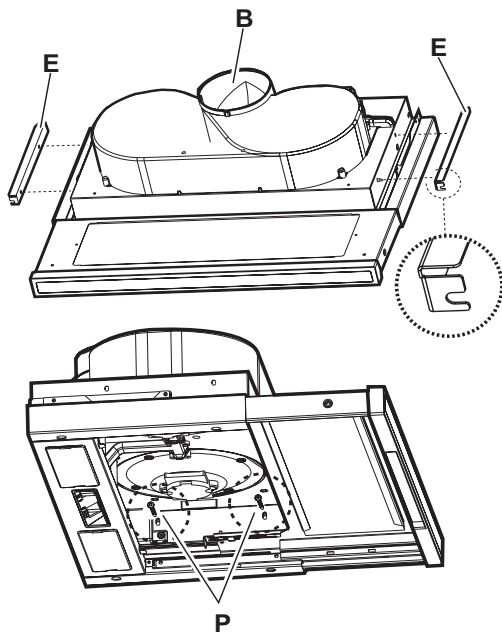

Fig. 2 - Abb. 2 - Afb. 2
Die Haube verfügt über einen oberen Luftaustritt **B** (Abb. 2) zum Ableiten der Küchengerüche nach außen (**Abluftbetrieb**- Abluftrohr und Rohrschellen werden nicht geliefert).
2. Zwei Bügel **E** (Abb. 2) an den Seiten der Haube befestigen (einen pro Seite).
7. Wenn die Haube nicht ganz genau mit der Unterkante des Hängeschanks abschließen sollte, die Position korrigieren, indem die Schrauben **P** der an der Haube angebrachten Bügel **E** (Abb. 2) gelockert werden, dann ist es möglich, die genaue Übereinstimmung zwischen Haube und Hängeschrank herzustellen, anschließend die Schrauben wieder festziehen.
The hood is equipped with a top air outlet **B** (Fig. 2) for discharge of fumes to the outside (**Ducting version** – exhaust pipe and pipe fixing clamps not provided).
2. Fix 2 brackets **E** (Fig. 2) to the sides of the cooker hood (one per side).